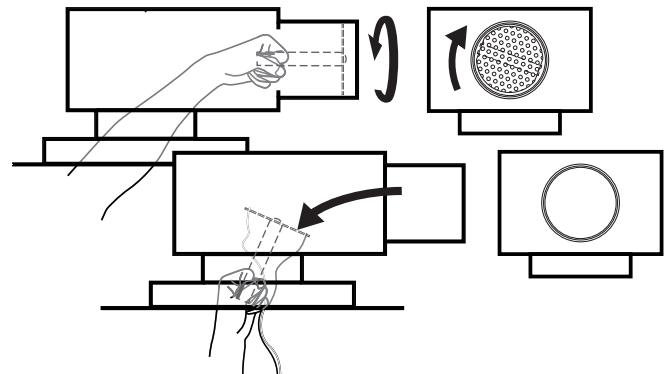

Bild 2. Spjällfästet vrids moturs för att lossas från lådan.
- För in handen i anslutningslådan i riktning mot spjäll och kanalanslutning, se bild 2.
- Greppa spjällbladets fäste och vrid spjälldelen moturs för att lossa den från stösets bajonettinfästning (bild 2) och avlägsna spjället ur lådan.